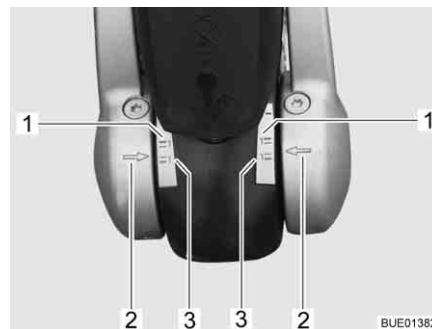

Fig. 226 Indicatore guarnizioni di attrito a sinistra e a destra
- Se le frecce sulla flangia di fissaggio disco (Fig. 226,2) si trovano sotto o sulla superficie di marcatura verde (Fig. 226,3), le guarnizioni di attrito sono considerate ancora nuove.
- Se le frecce sulla flangia di fissaggio disco si trovano all'interno delle superfici di marcatura (Fig. 226,1 e 3), le guarnizioni di attrito sono leggermente consumate.
- Se le frecce sulla flangia di fissaggio disco si trovano al di sopra della superficie di marcatura rossa (Fig. 226,1), le guarnizioni di attrito sono consumate. Far sostituire le guarnizioni di attrito.